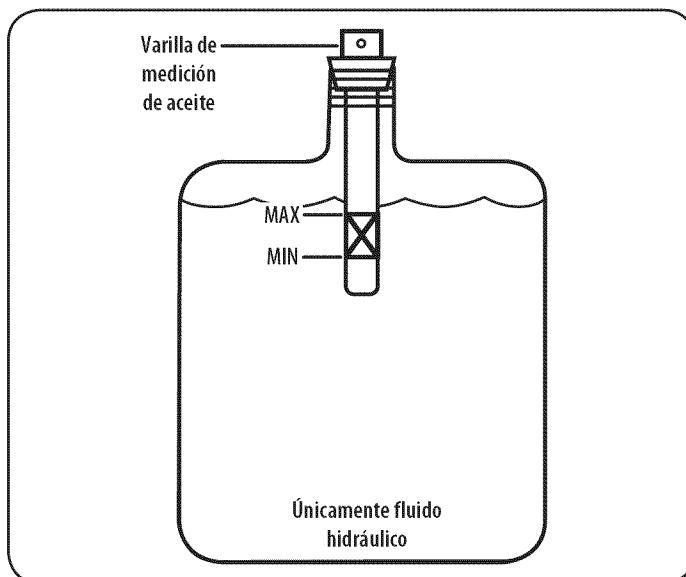

Figura 21
11. Si es necesario, vuelva a llenar el depósito dentro del rango que figura en la varilla de nivel. Vea la Figura 21.
- Llene con el aceite recomendado. Vea la Figura 21.